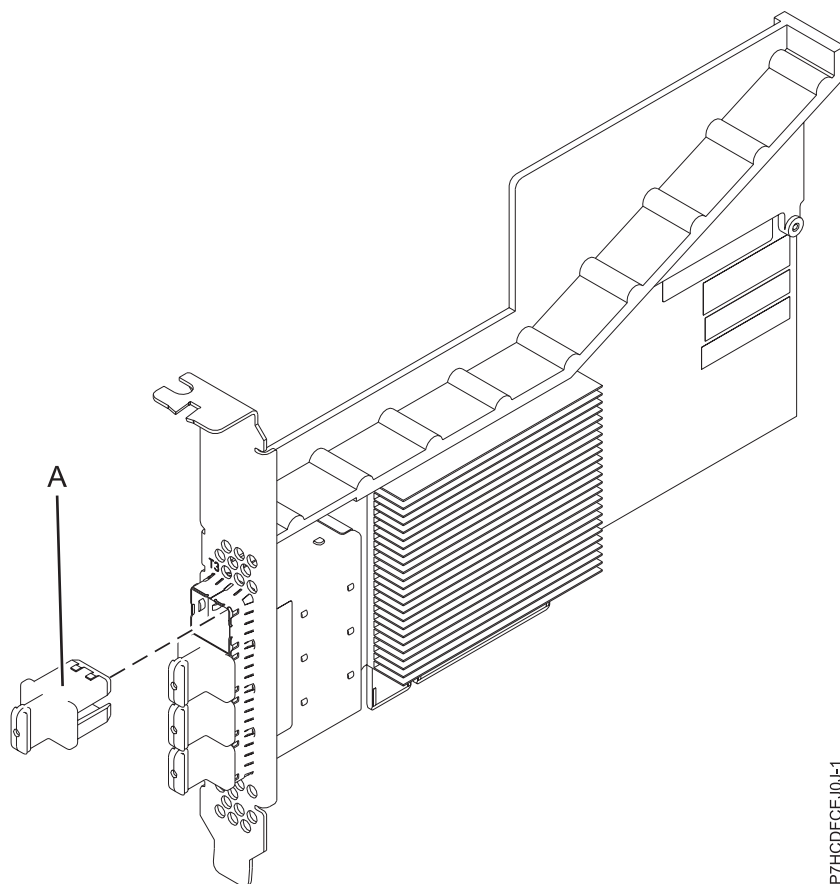

Figura 12. Adaptador RAID SAS PCIe3
d'alta densitat (HD) que permeten que els enllaços físics es puguin fer servir en diverses configuracions de port reduïdes i àmplies. La connexió de cintes SAS només s'admet en una configuració d'un sol adaptador i no es pot combinar amb el disc SAS del mateix adaptador. L'adaptador no té memòria cau d'escriptura. La Figura 12 a la pàgina 37 mostra l'adaptador SAS RAID PCIe3 de quatre ports i 6 Gb.
Figura 12 a la pàgina 37 mostra l'adaptador. L'endoll del connector (A) es troba en un port buit i impedeix danys en aquest port sempre que s'endollin o s'extreguin cables de connectors de port adjacent.